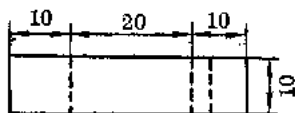

图 3
4. 电池夹 把铜片剪成两块,照图3弯折成电池夹,装在底板的中间,两夹之间的距离,刚好能把电池夹紧。每只夹子的下面焊接一根导线,再分别连接到电动机的两极上面。